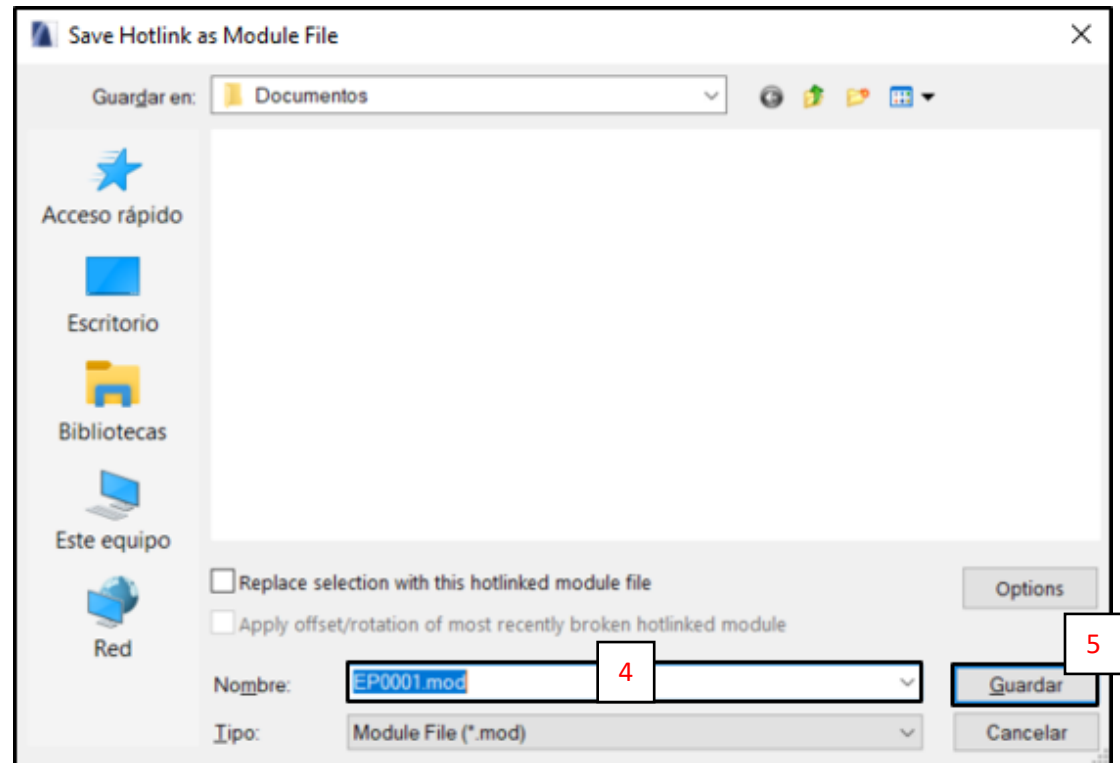

Fig. 5
- C. Se abrirá una ventana para guardar el nuevo archivo .mod. Escribir como nombre el código de la solución u otro nombre deseado (4) y presionar el botón **Guardar** (5). (Fig. 5)